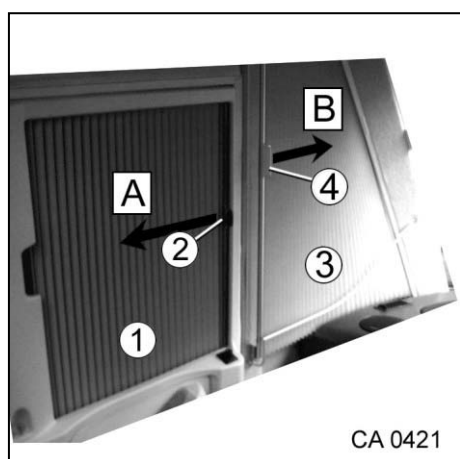

Fig. 95 Store occultant sur la vitre latérale/portière côté conducteur
1. Ouvrir le store (Fig. 95/1) dans le sens de la flèche (←).
2. Fermer le store (Fig. 95/1) dans le sens de la flèche (→) et le verrouiller au moyen d'un aimant (Fig. 95/2).
1. Ouvrir le store (Fig. 95/3) dans le sens de la flèche (→).
2. Fermer le store (Fig. 95/3) dans le sens de la flèche (←) et le verrouiller au moyen d'une fermeture à serrage (Fig. 95/4).